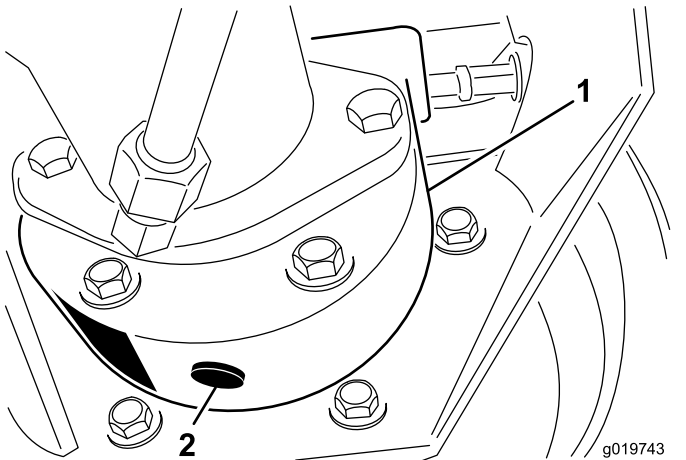

Bild 56
3. Stellen Sie eine Auffangwanne unter das Bremsgehäuse, entfernen Sie die Ablassschraube und lassen das Öl ablaufen (Bild 56).